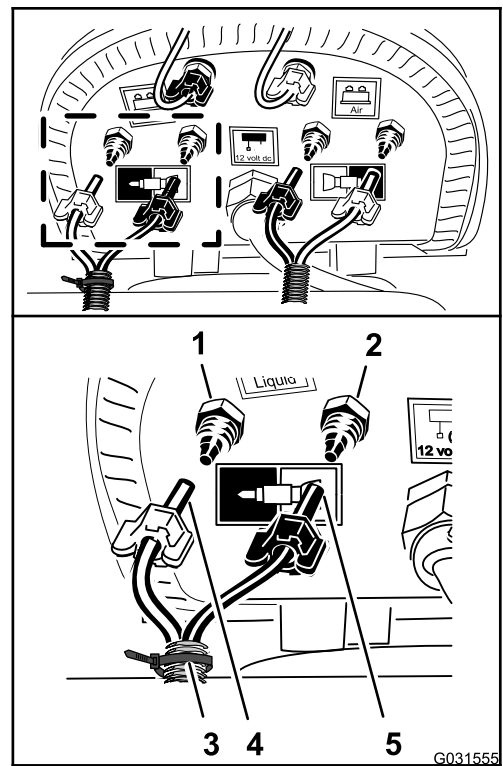

図 174
3. ステップ 9 機体から液体チューブと空気チューブを取り外す (ページ 8) でケーブルタイを使ってマーキングしたチューブのうち、右側ブーム用の青色チューブを右側ブーム用給水部のコンプレッションフィッティングに取り付ける 図 174。
4. チューブの圧縮ナットをフィッティングに嵌め、ナットを手締めする 図 174。
5. 右側ブーム用の透明チューブを右側ブーム用エア供給部のコンプレッションフィッティングに取り付ける 図 174。
6. チューブの圧縮ナットをフィッティングに嵌め、ナットを手締めする 図 174。